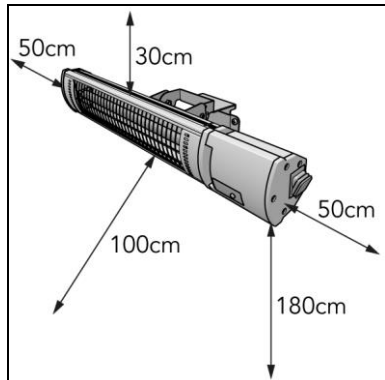

Abbildung 8
2. Stellen Sie das Gerät mit einem Mindestabstand (Abbildung 8) von: